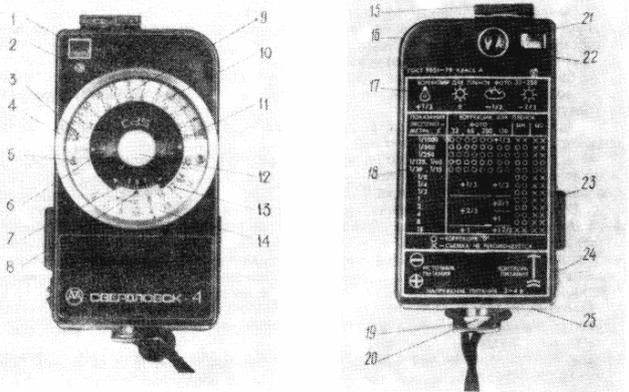

Рис. 1. Устройство экспозиметра:
1. Поворотом диска 12 (рис. 1) установите величину коррекции по шкале 7 (в случае отсутствия коррекции поставьте шкалу на «0», как показано на рис. 2). Рекомендуемая величина коррекции в зависимости от освещения и типа применяемой пленки указана на корпусе экспозиметра. Шкалой коррекции рекомендуется пользоваться для введения постоянной коррекции, вызванной индивидуальными требованиями к качеству и плотности снимков.
2. Повернув шкалу 10 диафрагм (см. рис. 1) за выступы 5, установите светочувствительность пленки по шкале 11 или по шкале 6, как показано на рис. 3.
3. Исходя из выбранного метода измерения, установите насадку 15 (см. рис. 1) с молочным стеклом, повернув ее вокруг осей в соответствующее положение.
5. Средним пальцем правой руки нажмите клавишу включения 23 (см. рис. 1) и, не сводя экспозиметр с объекта съемки или с направления на камеру, проделайте следующее:
— закройте входное окно светоприемника 22 (см. рис. 1) каким-либо непрозрачным материалом;
Начинающему фотолюбителю следует четко соблюдать указания по светочувствительности пленки, методам обработки и установке выдержки и диафрагмы с экспонометра. Все действия целесообразно записывать или запоминать и после обработки нескольких пленок проанализировать результаты и определить необходимость введения коррекции (увеличения или уменьшения выдержки, которую показывает фотозащитный экран). Для удобства и простоты учета коррекции на экспонометре «Свердловск-4» имеется специальная шкала 7 (см. рис. 1).